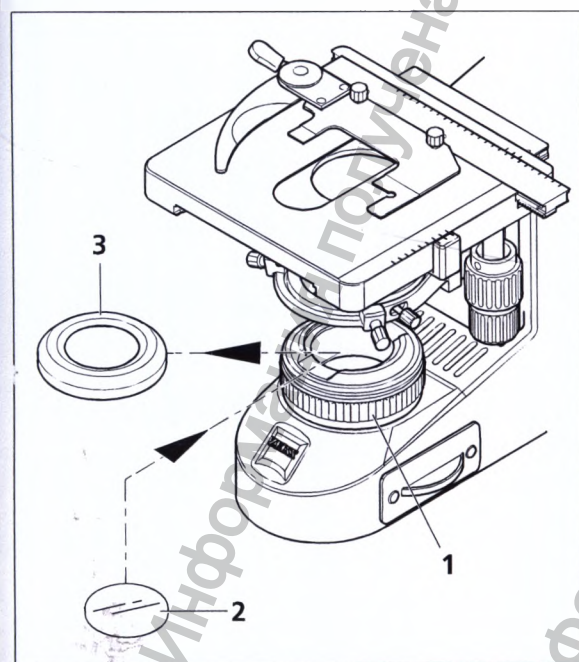

Рисунок 12 Вставление цветного фильтра
- Отвинтить защитный колпак (Рисунок 12/3) от полевой диафрагмы осветителя (Рисунок 12/1).
- Поместить желаемый фильтр – жёлтый, зелёный или синий – (Рисунок 12/2) на посадочную поверхность полевой диафрагмы осветителя и снова завинтить защитный колпак.